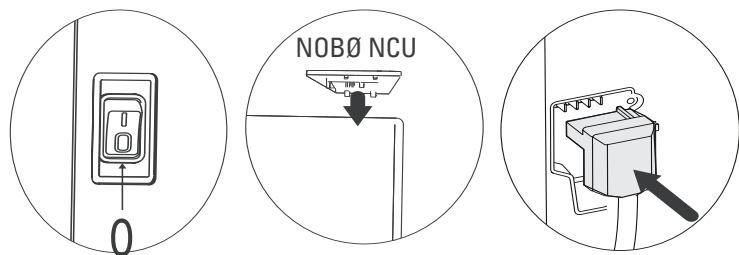

Рис.5
- Регулятор температуры (1)
- Шкала регулятора температуры (2)
- Индикатор работы (3)
**5-1). Электронный термостат:** Термостат **NCU-1S** предназначен для использования с моделями обогревателей **Nobø** серии **Viking NFK2**. Термостат поставляется в собранном виде, и замена должна осуществляться квалифицированным специалистом. Во время установки термостата прибор должен быть отключен от сети электропитания. На рис. 5 ниже показано, как установить термостат и подключить электропитание.